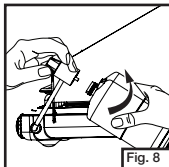

Fig. 8
- Débouchez la bouteille de propane et vissez la bouteille au détendeur, à la main. (Fig. 8)